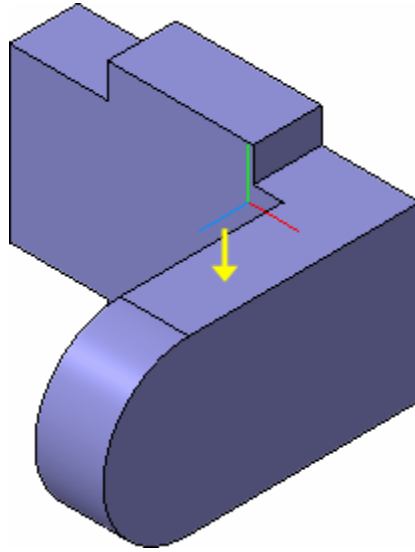

Рисунок 26.
- Выдавите эскиз в **обратном** направлении на 16 мм (рис. 26).